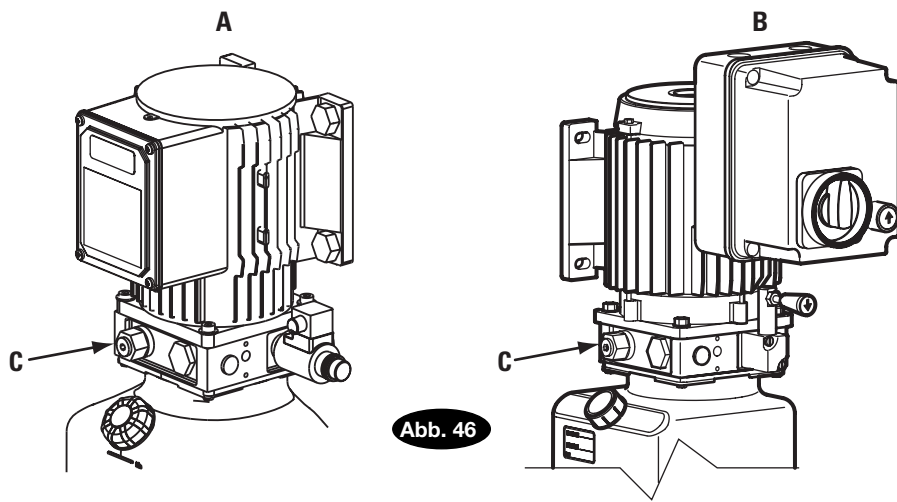

Abb. 46 Detail
44. Überprüfen des Drucks (alle Modelle): Hydraulischen Druck an der bezeichneten Position in der Stromversorgungseinheit überprüfen (Abb. 46). Der maximale Druckausgleich darf bei Hebebühnen der Serie SPOA40 und SPO 40 18,99 N/mm² nicht überschreiten. Bei den Hebebühnen der SPOA30-Serie darf 14,50 N/mm² nicht überschritten werden. Diese Ventile sind unverstellbar. Ventil ersetzen, wenn ein falsches Entlastungsventil eingesetzt ist.